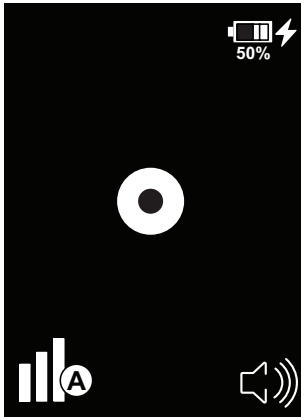

Fig. 20: Schermata stato stazionario con caricabatterie collegato
- Con il rilevatore di perdite spento e il caricabatterie collegato, sullo schermo viene visualizzato lo stato di carica, come mostrato nella Fig. 20. Caricare il rilevatore di perdite fino a visualizzare il 100%.